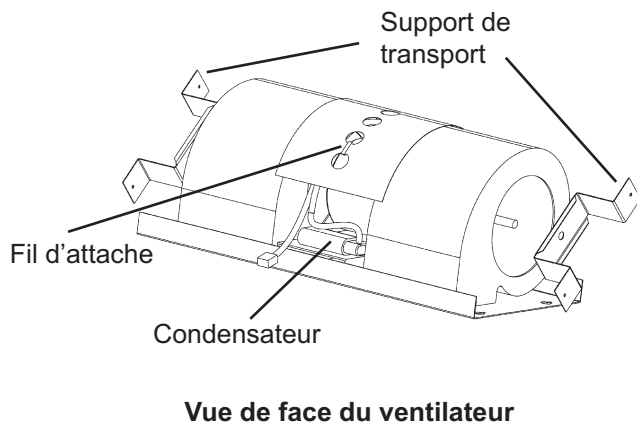

Figure 13 : Vue de face du ventilateur
2. Coupez le fil d'attache (Figure 13). Placez le faisceau de câbles avec le connecteur Molex à six broches. Faites passer le faisceau de câbles à l'arrière du ventilateur, comme illustré à la Figure 14.